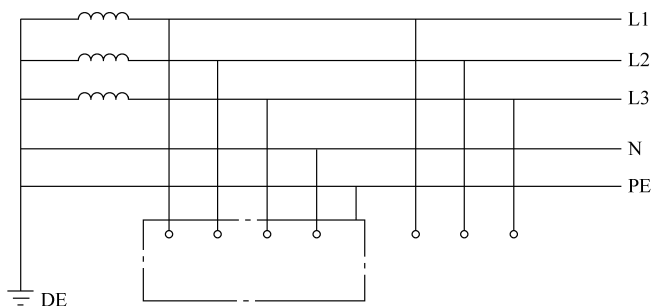

图 1-13 TN—S 系统
② TN—S 系统。在整个系统中，保护导线与中性线分开，保护导线称为保护零线，中性线称为工作零线，如图 1-13 所示。在工地上有些工人称工作零线为零线，而称保护零线为地线。所有外露可导电部分均与保护零线（PE 线）相接，工作时 PE 线中没有电流，中性线的电流从工作零线中流通，PE 线不会因通过电流而被损坏，这样就保证了 PE 线的可靠性。这种系统的安全可靠性高，施工现场必须使用这种系统，通常称为三相五线制。